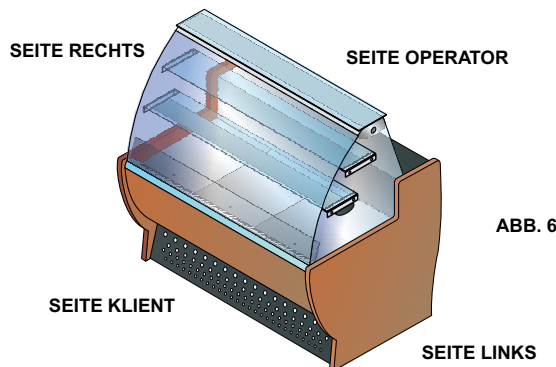
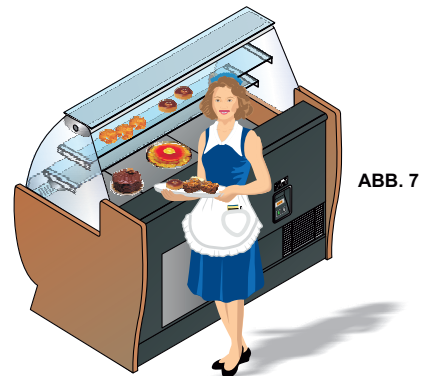

ABB. 6
ABB. 7
---In den meisten Situationen wenn von rechts und links die Rede ist, bezieht man sich auf den Operator, welcher sich vor der Arbeitsfläche stehend und nach vorne gewendet befindet (Abb.6-Abb.7), außer es wird anders angegeben.